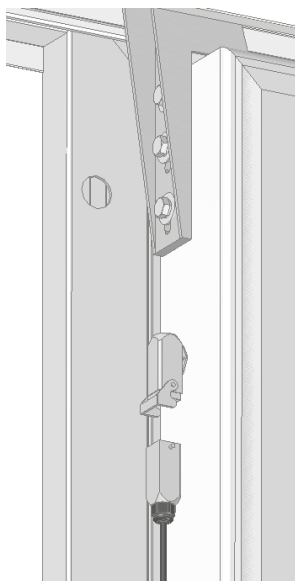

Fig. 16
- Lo spinotto fissato sul battente con quello del cavo spiralato per il collegamento del bordo sensibile (Fig. 16)